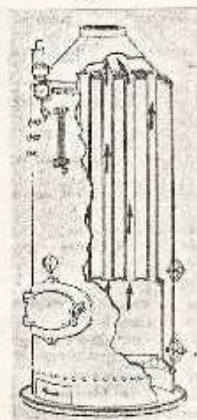

fig 6
2.4.1. DE UN PASO O VERTICALES. fig 6
2.5.1. TIRO NATURAL fig 6